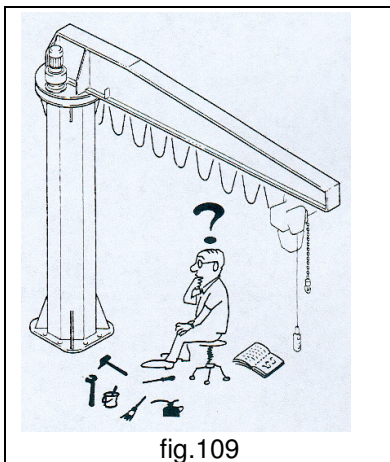

fig.109
- **MAI** affidare operazioni di manutenzione e riparazione a personale non istruito dal costruttore (fig.109).